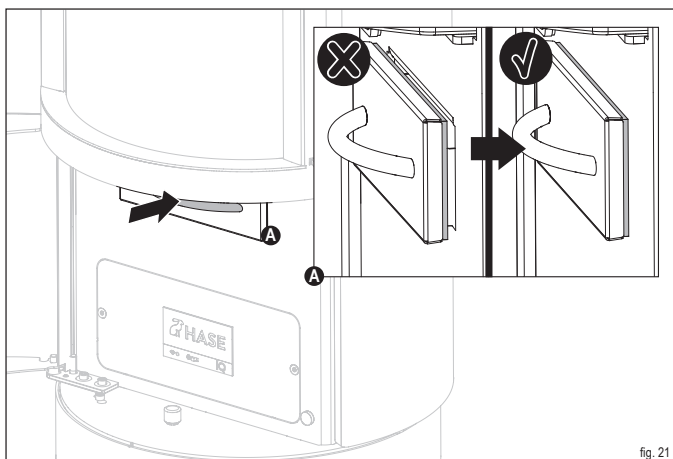

fig. 21
Durante l'inserimento assicurarsi che il cassetto di raccolta della cenere collida con la guarnizione (fig. 21). Si eviterà in tal modo di interferire con il processo di combustione a causa di un'alimentazione scorretta dell'aria. Per rimuovere il cassetto di raccolta della cenere procedere come segue:
- ✓ **Spingere il cassetto di raccolta della cenere di nuovo nell'apertura in modo tale che esso collida con la guarnizione (fig. 21).**
- ▶ **Spingere il cassetto di raccolta della cenere di nuovo nell'apertura (fig. 21).**